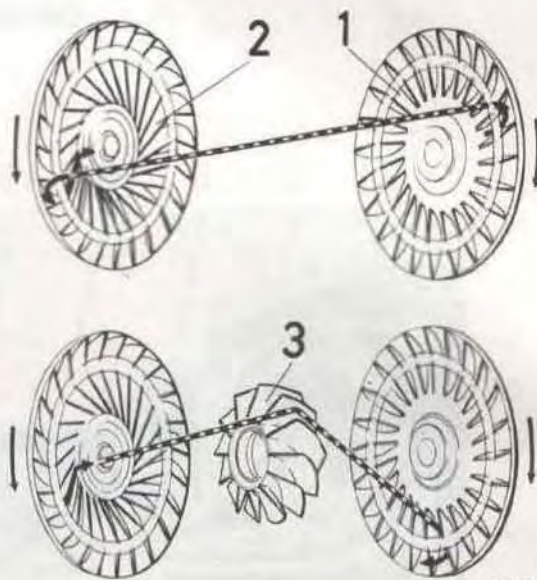

Bild 3. Konverterfunktion
Pumpen roterar med motorn och omvandlar motoreffekten till hydrokinetisk energi. Vätskan strömmar från pumskovlarna (1) till turbinskovlarna (2) och återvänder genom statorbladen (3) se bild 3. De olika skovlarna är så utformade att när det finns en varvtalskillnad mellan pump och turbin så ändras vinkeln på vätskeströmmen från turbinen av statorbladen så, att vätskeströmmen hjälper till att driva pumpen. Härigenom uppstår en momentökning, som varierar från 2:1 när turbinen är stillastående (dvs när vagnen står stilla) till 1:1 när turbinens varvtal når upp till 90% av pumpens. När turbinens varvtal uppnått detta värde är vätskeströmmens vinkel från turbinen sådan, att statorn drivs i samma riktning som turbin och pump. Därvid tjänstgör konvertern som en koppling (hydrauliskt svänghjul) och någon momentutväxling erhålls inte.